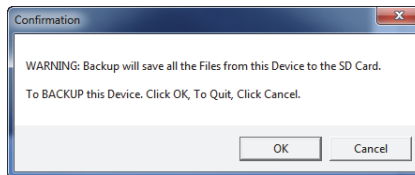

図 7-26 バックアップの開始を確認するための確認ダイアログボックス
4. **Confirmation (確認)** ダイアログボックスが開いたら (218 ページの図 7-26 を参照)、OK をクリックしてバックアッププロセスを開始します。